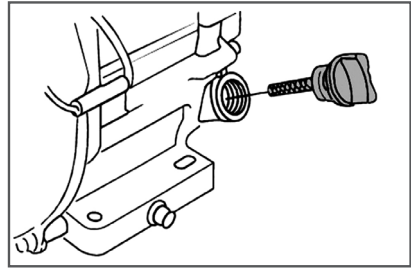

Рис. 9 Крышка-щуп маслозаливной горловины
2. Открутите крышку-щуп маслозаливной горловины и извлеките щуп (Рис. 9).
2. Выкрутите крышку-щуп маслосазливной горловины и извлеките щуп (Рис. 9).